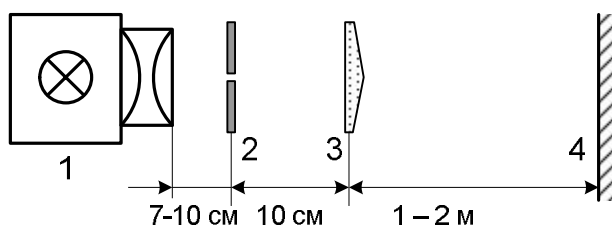

Рис. 2
1. Схема установки з використанням проекційного апарату ФОС-67 зображена на рис. 2. Цифрами на рисунку позначені: 1 – освітлювач ФОС з конденсором; 2 – щілина; 3 – біпризма Френеля; 4 – екран. Орієнтовні відстані між елементами установки вказані на рисунку.
Розташуйте на оптичній лаві проекційного апарату конденсор, диск-ширму з розсувною щілиною і диск-ширму з біпризмою Френеля згідно зі схемою рис. 2. З допомогою конденсора одержить на поверхні ширми з розсувною щілиною яскраву пляму від джерела світла. Пляма повинна повністю покривати щілину, ширину якої встановіть спочатку рівною приблизно 1 мм. Для налагодження установки напругу на лампі освітлювача можна встановити рівною 180 В.